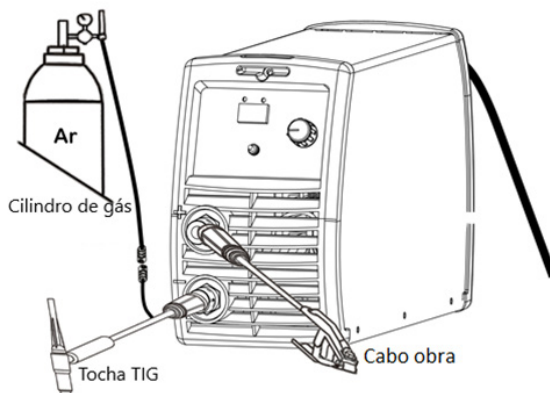

Figura 3
4.3 Solda TIG – Preparação (Figura 3)